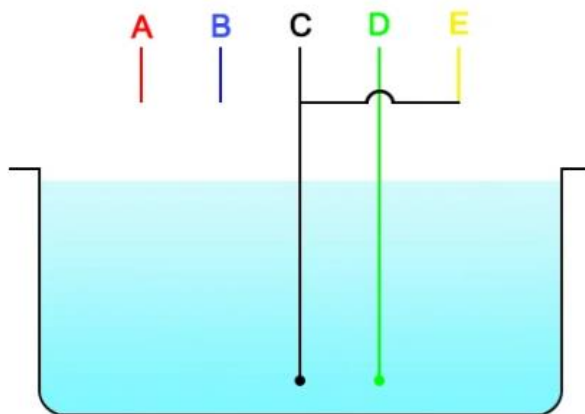

Рис.3
**Установка в емкости для контроля понижения уровня воды показаны на рис. 3**